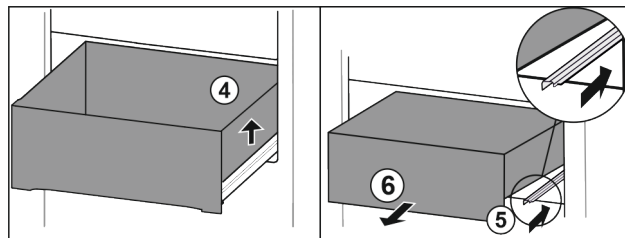

Fig. 185
- Sollevare il cassetto a destra. Fig. 185 (4)
- Inserire la guida destra. Fig. 185 (5)
- Rimuovere il cassetto tirandolo in avanti. Fig. 185 (6)